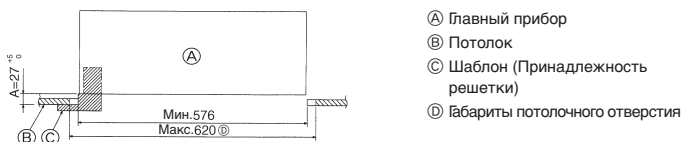

Fig. 2-6
- Если нельзя совместить главный прибор с отверстием для навешивания на потолке, регулировка производится с помощью щели, имеющейся на плите для навешивания прибора. (Fig. 2-6)